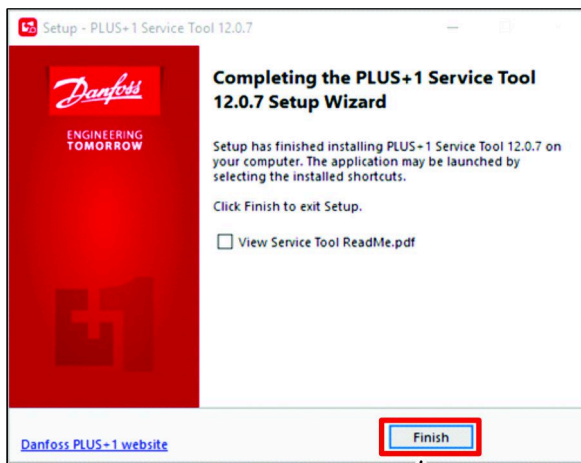

Bild 28
9. Klicken Sie im Dialogfeld „Abschluss des Service-Tool-Setup-Assistenten“ auf die Taste FERTIG (Bild 28).